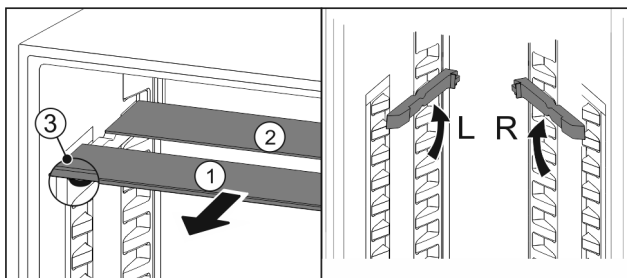

Fig. 91
- ▶ Wycignąć Fig. 91 (1) pojedynczo półki szklane do przodu.
- ▷ Płyta szklana Fig. 91 (1) z listwą ozdobną znajduje się z przodu.
- ▷ Stopery Fig. 91 (3) wskazują w dół.